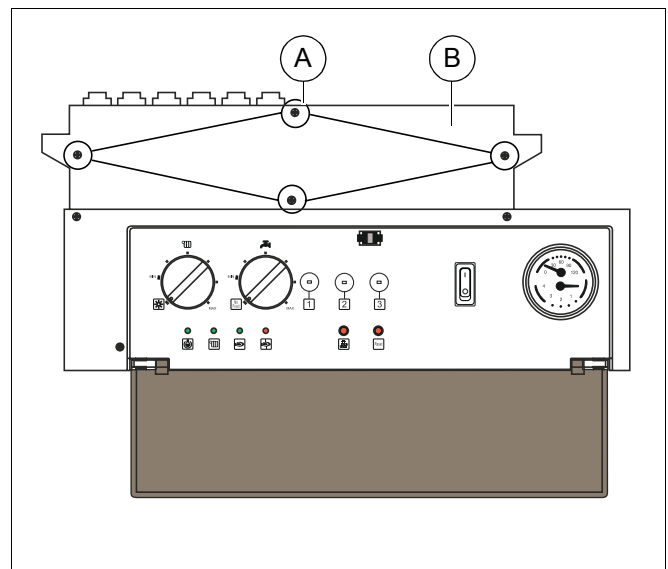

Рис. 36 Открыть доступ к подключениям
- Для доступа к подключениям открутить четыре винта (рис. 36, поз. А) и снять крышку (рис. 36, поз. В).